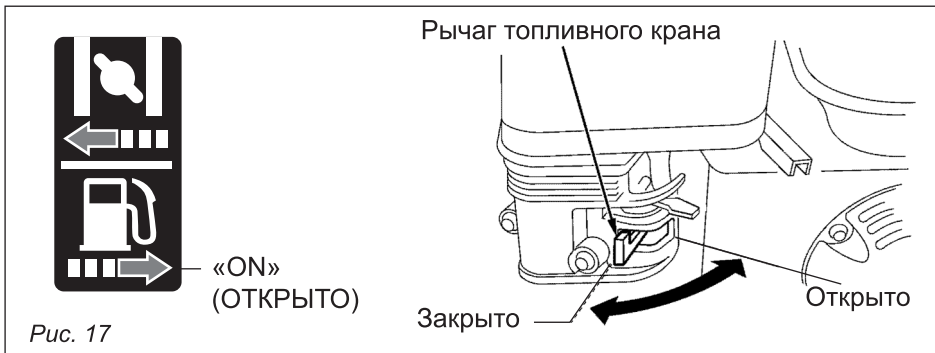

Рис. 17
Переместите топливный кран в положение «Открыто» (ON) и убедитесь, что нет утечки топлива (рис. 17).
Поверните топливный кран в положение «Закрыто» (OFF) (рис. 17).